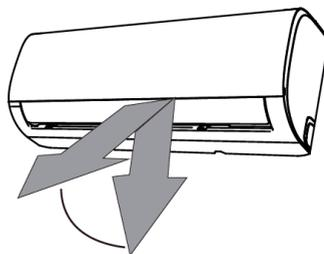

fig. 7 -
Per regolare la direzione del flusso d'aria verticale ("fig. 7 -") che esce dall'unità interna premere il tasto "SWING"  (part. 9 "fig. 1 -").
Di seguito viene descritto il significato dei codici mostrati dal display dell'unità interna ("fig. 7 -"), in luogo dei due "88" mostrati nella figura.
9. **INDICAZIONE ATTIVAZIONE WIFI.** Il display mostra il simbolo indicato in "fig. 7 -", particolare 1, quando l'unità è regolarmente connessa alla rete wireless per il controllo remoto.